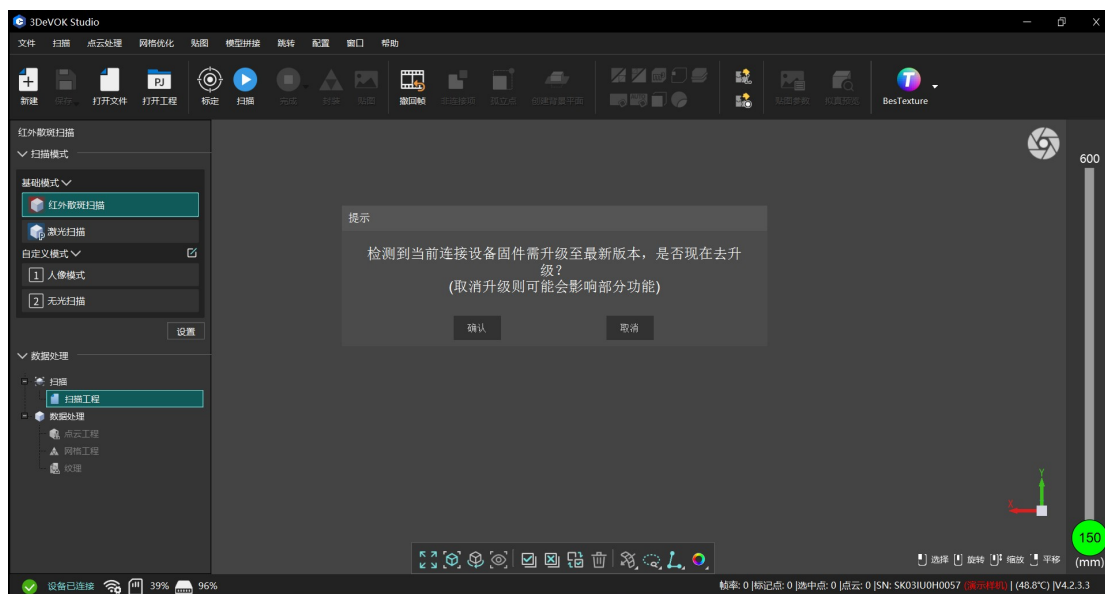

图 5-4 固件版本检测及升级提示
1. 连接设备。软件会自动检查设备的固件和屏幕是否已经升级到最新版本，并弹出对应提示，如图 5-4 所示。